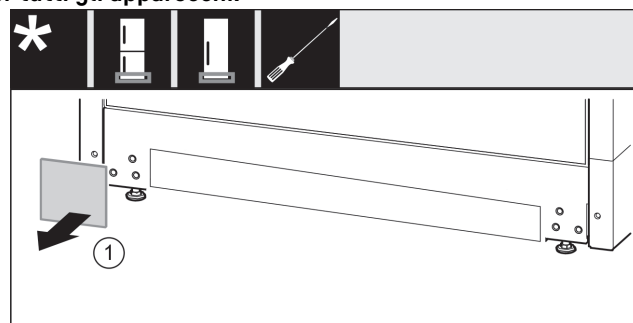

Fig. 16
- ▶ Rimuovere la copertura Fig. 16 (1).